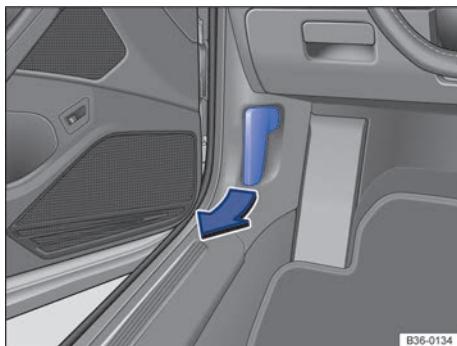

Fig. 258 En la zona reposapiés del lado del conductor: palanca de desbloqueo del capó del motor.
- Abra la puerta del conductor y tire de la palanca de desbloqueo en el sentido de la flecha → fig. 258. El capó del motor se desengancha del bloqueo de la chapa portacierre mediante un muelle → .